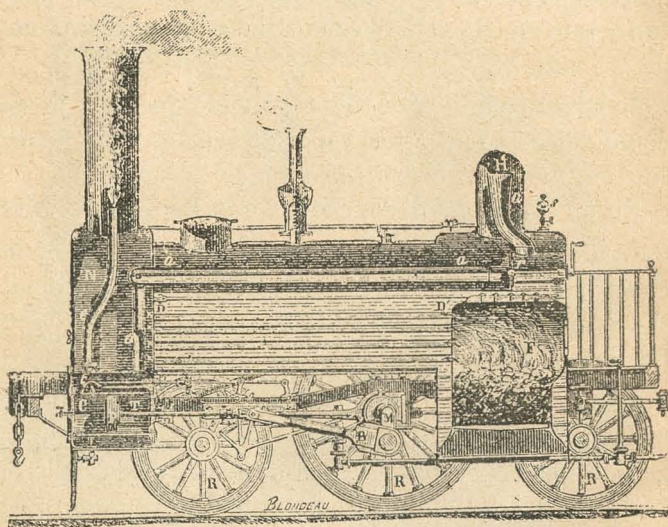

Fig. 102.—Locomotora
10. **Locomotora.**—Una *locomotora* es una máquina de alta presión, con dos cilindros y colocada sobre ruedas, (fig. 102). Las varillas de los pistones impulsan dos ruedas (*ruedas motrices*), de modo que la máquina se mueve de por sí sobre los rieles que la guían.